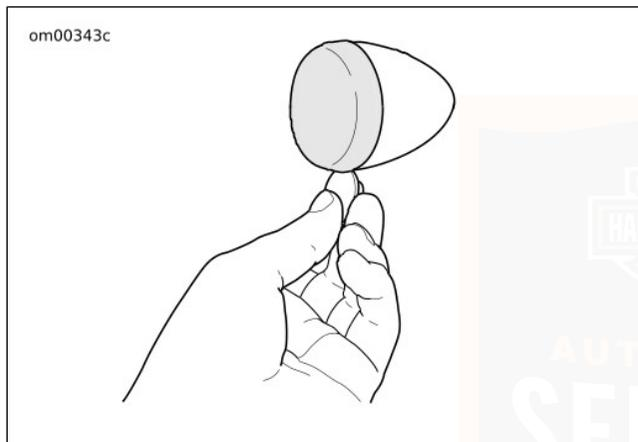

Abbildung 86. Streuscheibe entfernen.
1. Siehe Abbildung 86. Eine Münze in die Kerbe einsetzen. Vorsichtig drehen, bis der Streuscheibendeckel aus dem Lampengehäuse herauspringt.